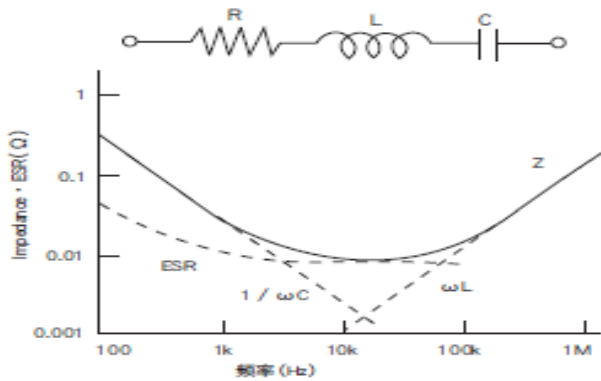

图20- 阻抗的频率特性
①施加在电容器上的交流电压的频率变化的话，作为阻止AC电流的参数阻抗 (Z) 也会产生变化（如图-20所示）。这就是电容器的阻抗-频率特性。
②（图-15）是电容器等效电路的简化模型。（图20）的虚线部分代表这个电路中的组成成分（C,R,L）。从图可得之，阻抗-频率特性是由C,R,L的频率特性组合而成。